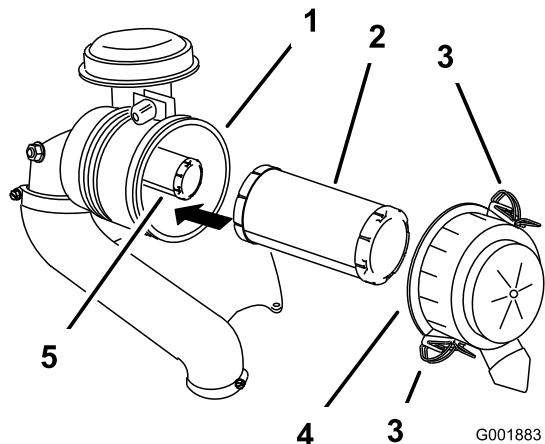

Figure 45
- 5. Sortez le préfiltre du boîtier du filtre avec précaution (Figure 45).
- Si vous remplacez l'élément intérieur, insérez-le avec précaution dans le boîtier du filtre (Figure 45).
- Placez ensuite le préfiltre sur l'élément de sécurité avec le même soin (Figure 45).
- Remettez en place et verrouillez le couvercle du filtre à air (Figure 45).